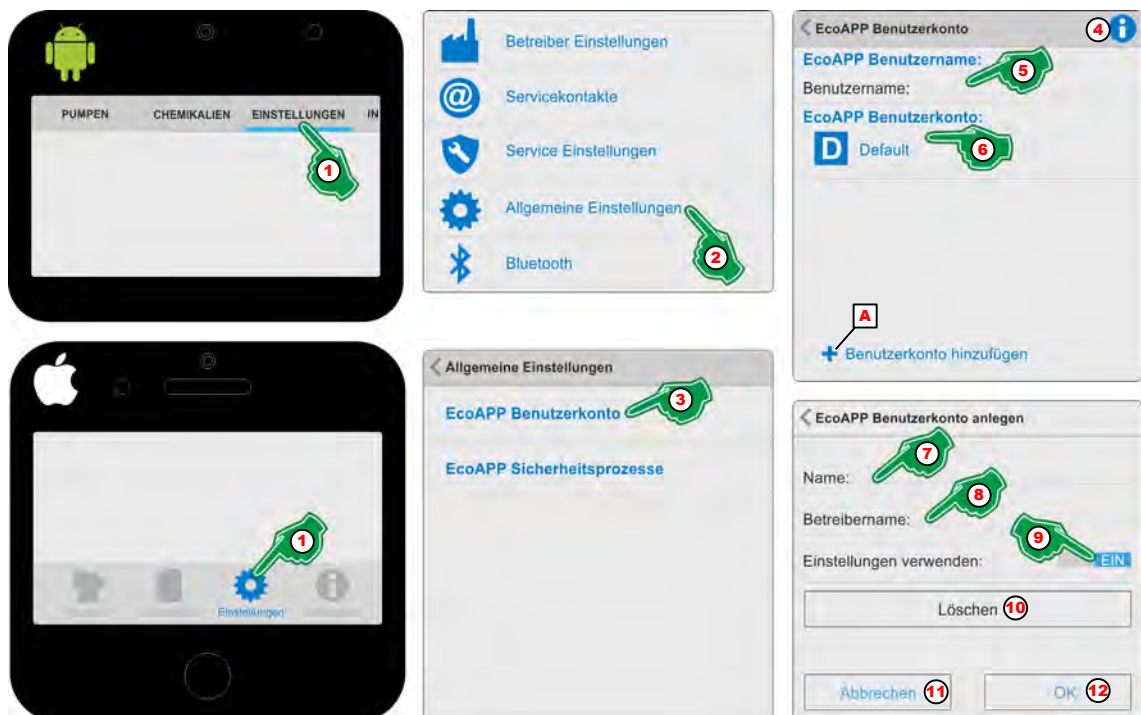

Abb. 54: Benutzerkonto für die „EcoAPP“ anlegen
1. ➤ **[Einstellungen]** (Abb. 54, Pos. 1) auswählen.
2. ➤ **[Allgemeine Einstellungen]**  (Abb. 54, Pos. 2) auswählen.
- **[EcoAPP Benutzerkonto]** (Abb. 54, Pos. 3)
3. ➤ **[EcoAPP Benutzerkonto]** (Abb. 54, Pos. 3) auswählen.
4. ➤ Durch Auswahl des **[Info]**  Symbols (Abb. 54, Pos. 4) erscheint:
5. ▶ Im Menüfeld „Benutzername“ (Abb. 54, Pos. 5) den zu verwendenden Benutzernamen eintragen (z.B. den Namen des Smartphone Besitzers).
6. ▶ Im Menüfeld „EcoAPP Benutzerkonto“ (Abb. 54, Pos. 6) das „Benutzerkonto“ „Default“ auswählen.
7. ▶ „Name“ (Abb. 54, Pos. 7) eingeben (z.B. Dosierlinie 1 / Anlage 1, etc.).
8. ▶ „Betreibername“ (Abb. 54, Pos. 8) eingeben.
9. ▶ [EIN / AUS] Schalter (Abb. 54, Pos. 9) auf **EIN** stellen, wenn die Einstellung verwendet werden soll.
Wenn ein weiteres Benutzerkonto hinzugefügt werden soll, muss die Taste „+ Benutzerkonto hinzufügen“ (Abb. 54, Pos. A) verwendet werden.
11. ▶ [OK] Taste (Abb. 54, Pos. 12) zum Speichern der Einstellungen Drücken.
12. ▶ [Abbrechen] Taste (Abb. 54, Pos. 11) zum Abbrechen der Einstellungen Drücken.